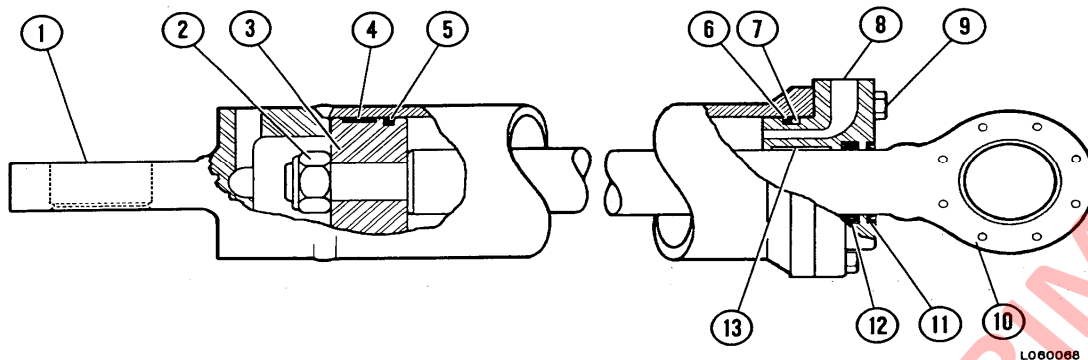

FIGURA 6-11. ENSAMBLAJE CILINDRO DE LA DIRECCION
1. Retire los pernos (9, Figura 6-11) y saque la varilla (10) y el casquillo (8) de la caja del cilindro (1).
2. Saque la tuerca de seguridad (2) y el pistón (3). Saque el rodamiento del pistón (4) y el sello del pistón (5) del pistón.
3. Saque la varilla (10) del casquillo (8). Saque el anillo de goma (6) y el anillo de respaldo (7). Saque el sello de la varilla (12) y el limpiador de la varilla (11). Saque el rodamiento (13).
1. Monte el nuevo sello del pistón (5, Figura 6-11) en el pistón (3) de la siguiente forma:
- a. Caliente el conjunto sello del pistón (5) en agua hirviendo por 3 a 4 minutos.
- b. Saque el sello del pistón del agua y monte en el pistón. NO se tome más de 5 segundos en realizar este procedimiento ya que el sello tomaría un ajuste permanente. El rodamiento del pistón (4) puede ser utilizado para colocar el conjunto del sello en la ranura. Aplique presión en forma pareja para evitar torcer el sello.
2. Monte el rodamiento (4) en la ranura del pistón.
1. Instale el nuevo rodamiento (13, Figura 6-11), sello de la varilla (12), limpiador de varilla (11), anillo de respaldo (7) y anillo de goma (6) en el casquillo (8).
2. Empuje la varilla (10) a través de la parte superior del casquillo, lentamente haga avanzar la varilla por sobre el sello y el limpiador de la varilla.
3. Instale el conjunto del pistón (3) a la varilla. Asegure el pistón a la varilla con tuerca de seguridad (2). Apriete la tuerca de seguridad con un torque de **2000 ft. lbs. (2712 N.m)**.
4. Con mucho cuidado instale el conjunto del casquillo y la varilla dentro del cilindro (1). Asegúrese que el anillo de respaldo y el anillo de goma no se dañen durante el montaje del casquillo.
5. Instale pernos (9). Apriete los pernos con un torque de **310 ft. lbs. (420 N.m)**.